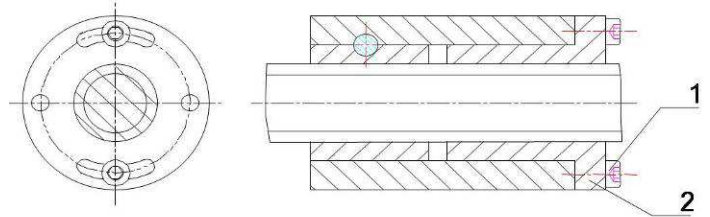

Рис.11
7.1.5 Регулировка зазора между винтом и гайкой продольного и поперечного перемещения стола (Рис.11).
люфт должен быть не больше 1/10 цены деления нониуса, затем затяните винт (1) (Рис.11).